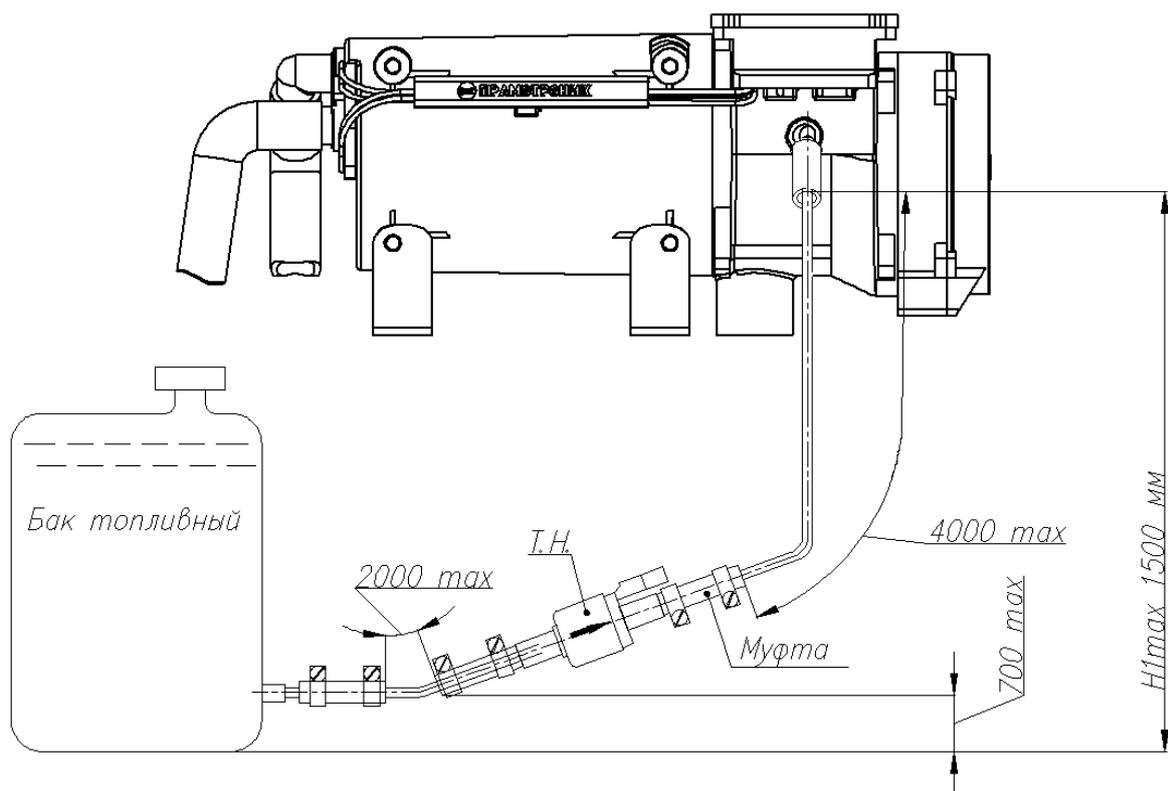
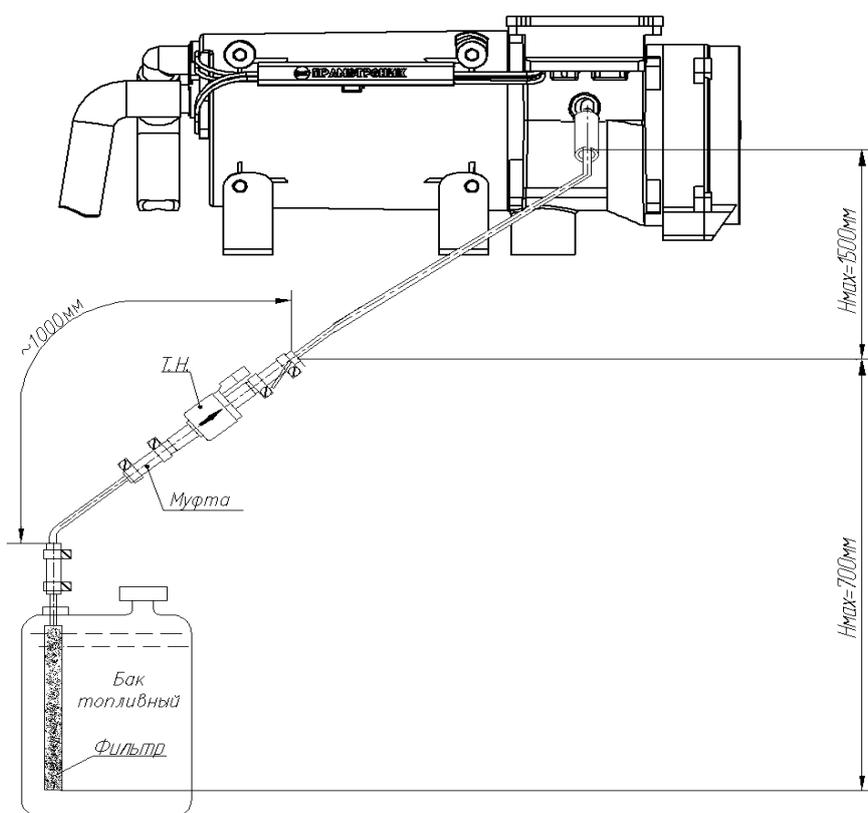

Рис.6 Схема монтажа топливной системы отопителя с индивидуальным топливным баком
Рис.7 Схема монтажа топливной системы отопителя с забором топлива из топливного бака автомобиля
- отопитель предпочтительней располагать выше максимального уровня топлива в топливном баке (см. рис. 6, рис.7);
Схемы относительного расположения топливного бака, топливного насоса и отопителя показаны на рис.6 и рис.7